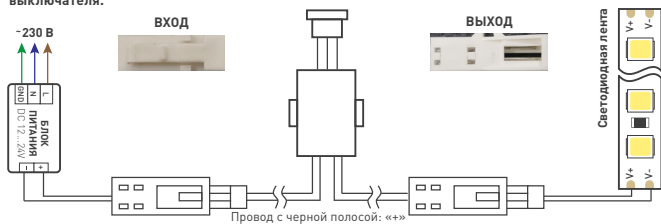

Рисунок 4. Схема подключения датчика SR-PRIME
- 3.4. Соблюдая полярность, подключите светодиодную ленту к выходу датчика [рис. 4].
- 3.5. Соблюдая полярность, подключите источник питания к входу датчика [рис. 4].